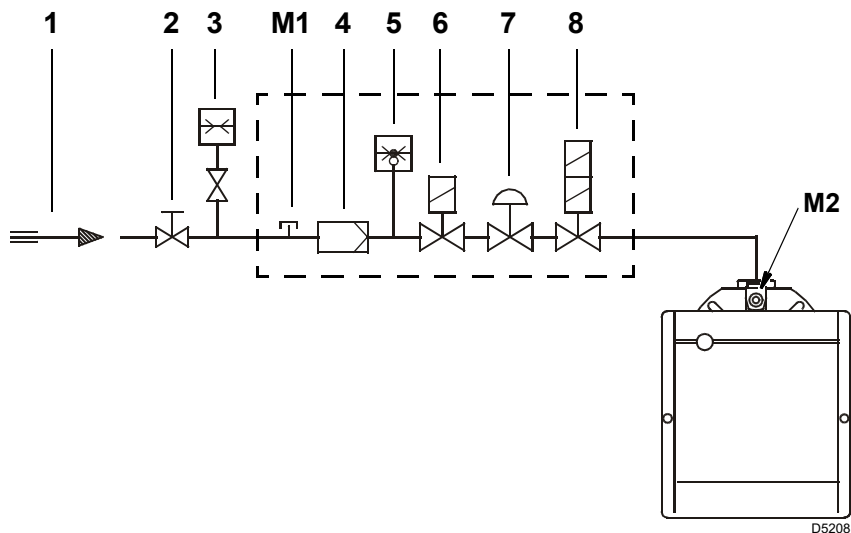

Fig. 16
Legenda (Fig. 16)
Pressione del gas misurata alla presa M2)(Fig. 16 a pag. 18), con:
- sottrarre dalla pressione del gas alla presa M2)(Fig. 16 a pag. 18) la pressione in camera di combustione.
Pressione del gas alla presa M2)(Fig. 16 a pag. 18) = 10 mbar
Per conoscere invece la pressione del gas necessaria alla presa M2)(Fig. 16 a pag. 18), fissata la potenza massima di modulazione alla quale si desidera funzioni il bruciatore:
- Leggere sulla destra, colonna 1, la pressione alla presa M2)(Fig. 16 a pag. 18).
pressione necessaria alla presa M2)(Fig. 16 a pag. 18).